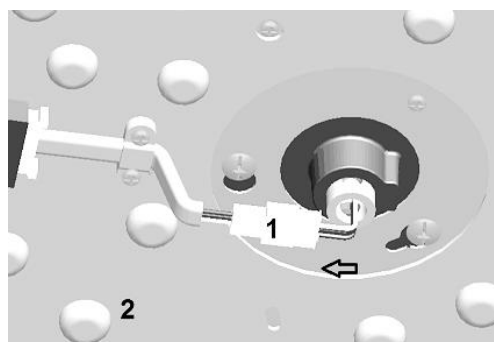

Fig. 7
4. Branchez le bouchon supérieur (1) depuis le pilote à la prise inférieure (1) de la carte à LED (2). Figure 7